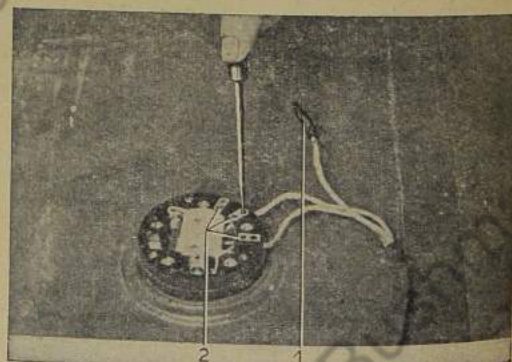

Bild 277: Leitungen an Geber anschließen
3. Leitungen am Geber laut vorhandener Numerierung anschließen (Bild 277).